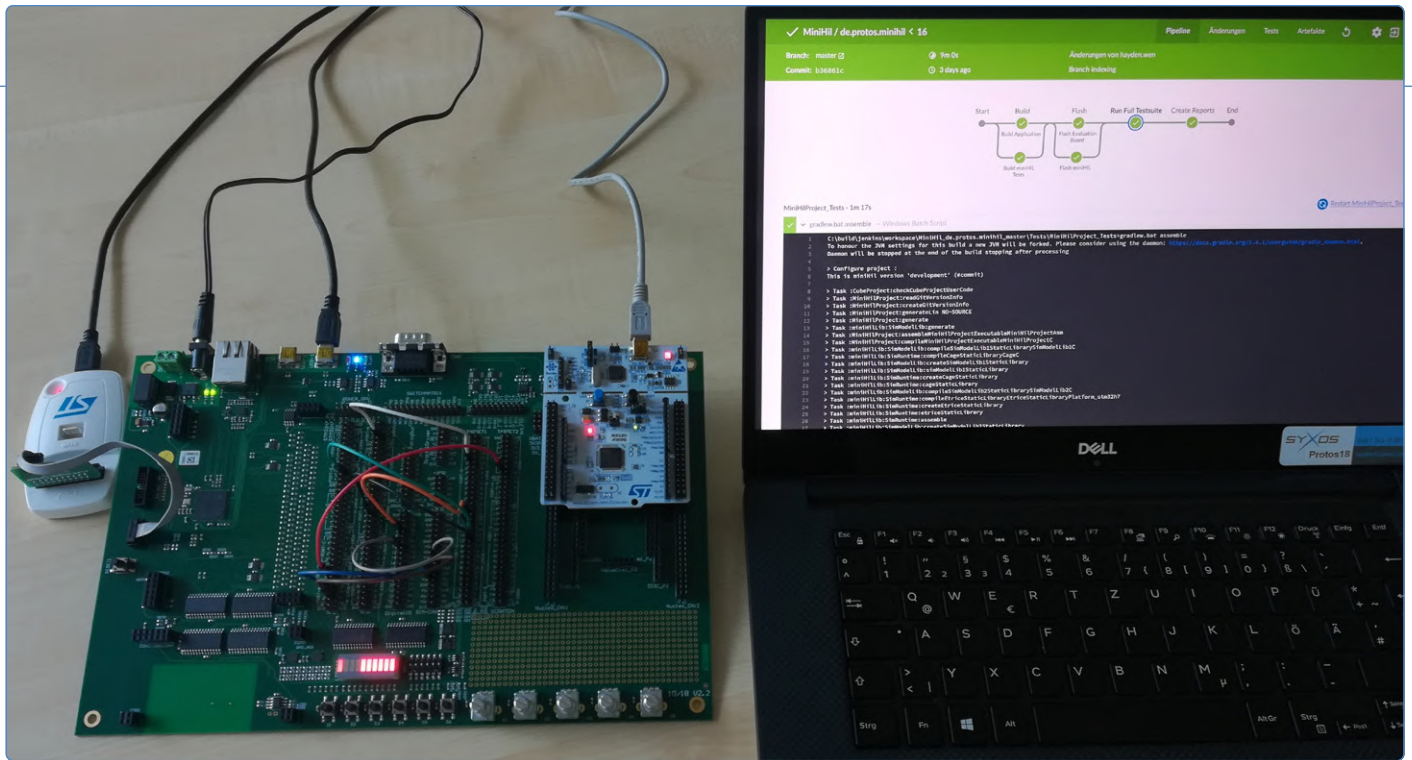

Bild 7. MiniHIL-Setup integriert auf einem PC, auf dem ein Jenkins Continuous Integration Server läuft (Quelle: PROTOS Software GmbH)
Die Umgebung wird von eTrice und der Sprache CaGe [14] (Case Generator) zur Entwicklung der Tests unterstützt. Damit kann der Entwickler nicht nur schnell überprüfen, ob die Codeänderungen funktionieren: Die gesamte Plattform kann auch mit einer Continuous-Integration-Plattform (CI) wie Jenkins [15] kombiniert werden. Automatisierte Tests können so zum Beispiel auch über Nacht regelmäßig auf der Hardware ausgeführt werden und liefern die Ergebnisse auf einem Dashboard, das am nächsten Tag dann gleich überprüft werden kann (Bild 7).